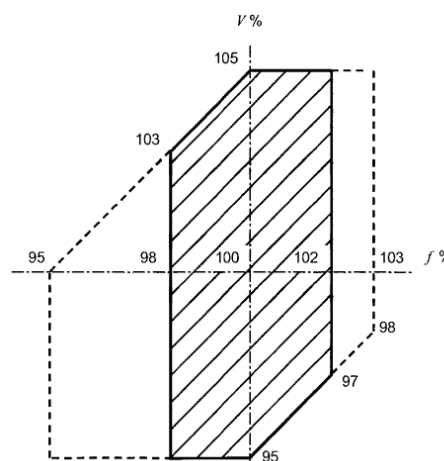

Figura 2.1: Limites das variações da tensão e frequência (IEC60034-3)
- Conforme definido pela área sombreada da Figura 2.1, o gerador deverá ser capaz de fornecer continuamente sua potência nominal, operando em seu fator de potência nominal, com uma variação de  $\pm 5\%$  da tensão e de  $\pm 2\%$  da frequência. Conforme o ponto de operação se distânciar dos valores nominais de frequência e tensão, a temperatura dos enrolamentos do gerador pode aumentar progressivamente;
- Conforme definido pelo limite exterior da Figura 2.1, o gerador também deverá ser capaz de fornecer continuamente sua potência nominal, operando em seu fator de potência nominal, com uma variação de  $\pm 5\%$  da tensão e de +3 e -5% da frequência. No entanto, neste caso a elevação de temperatura será ainda maior do que no caso anterior. Assim, para minimizar a redução do tempo de vida do gerador devido aos efeitos da temperatura, a operação fora da área sombreada deverá ser limitada quanto a sua extensão e frequência com que ocorre. A potência do gerador deve ser reduzida ou outra medida corretiva deve ser tomada.